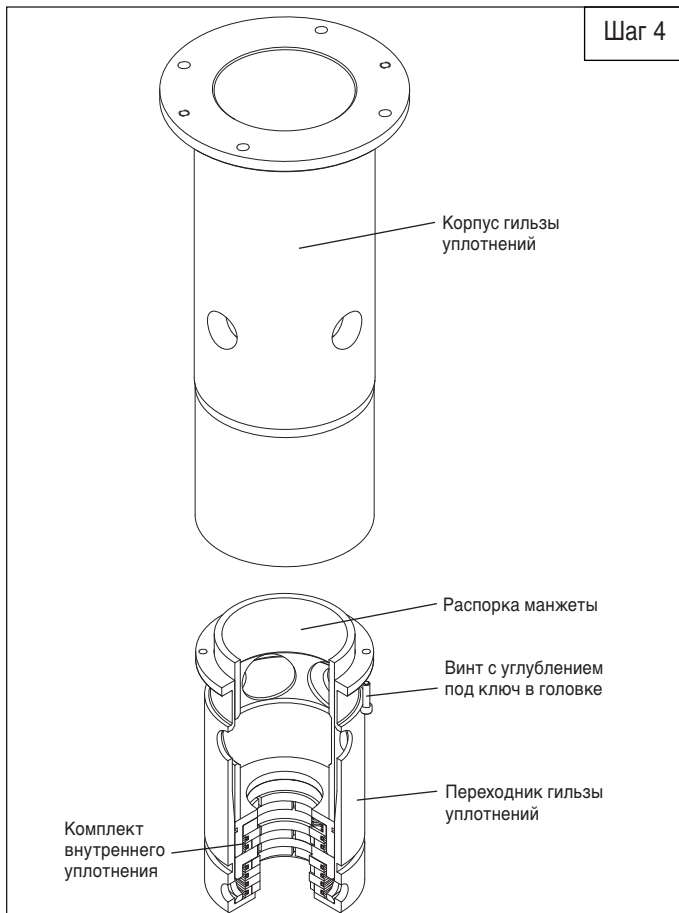

Рис. 4.6F. Установка уплотнений
- e. Перевернуть переходник гильзы уплотнений с находящимся внутри него комплектом внутреннего уплотнения и извлечь инструмент 4794-X. Скользящим движением вставить распорку манжеты в переходник гильзы уплотнений таким образом, чтобы она вошла в зацепление с комплектом внутреннего уплотнения. См. Рис. 4.6F.